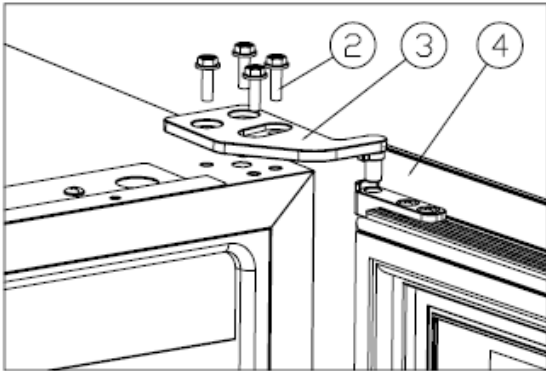

Figura 1
- ✧ Desatornille los tornillos M5*16 ②, desmonte la bisagra superior derecha ③ y retire la puerta (figura 1).